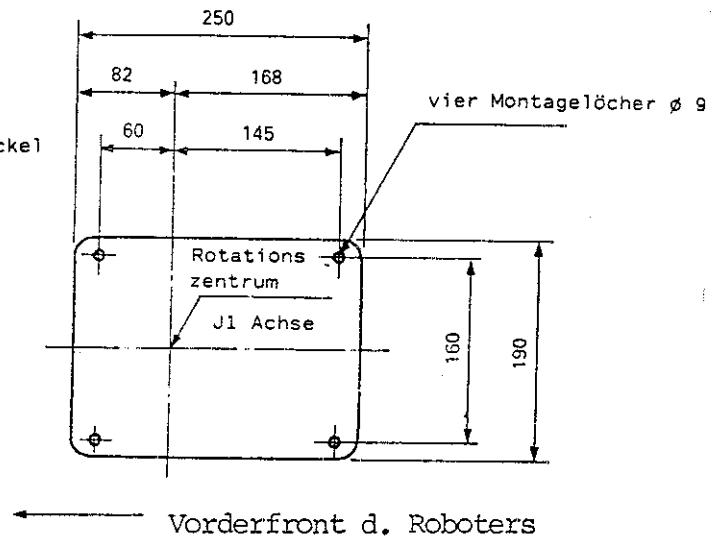

Abb. 2.1.3
- (6) Abbildung 2.1.3 zeigt die Abmessungen und die Befestigungslöcher des Robotersockels.
- (7) Die Transportsicherung des Roboterarms ist nach endgültiger Installation des Roboters zu entfernen. Dies gilt auch, wenn der Roboter auf einer Montageplatte installiert ist.